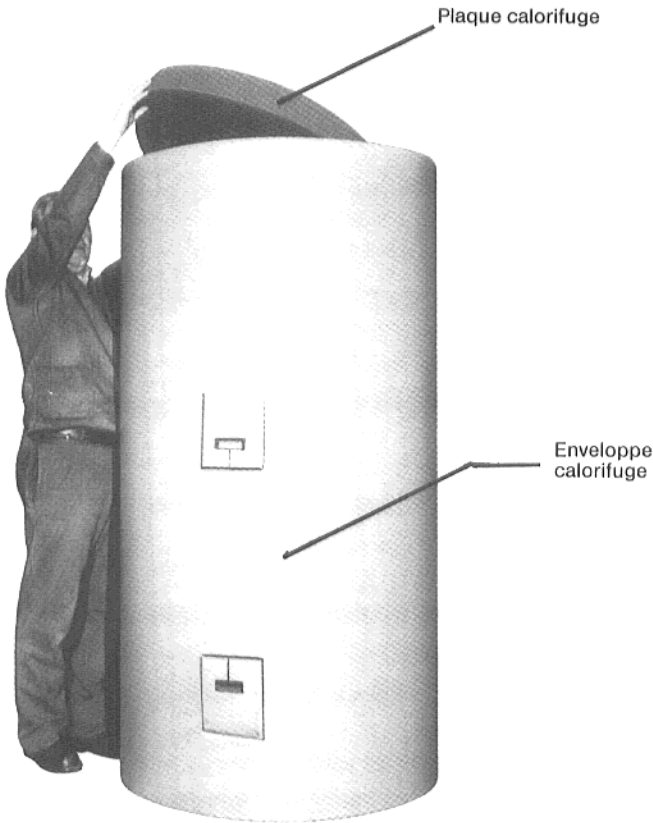

Fig. 11
- 4. Disposer la plaque calorifuge qui isolera le dessus de l'appareil (Fig. 11).